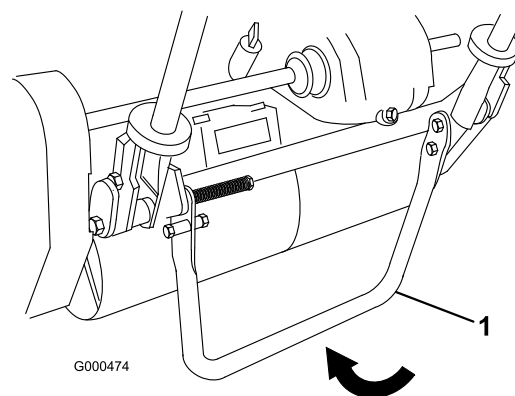

Figura 9
1. Empurre o apoio para baixo com o pé e puxe o manípulo para cima até que o apoio tenha rodado para a frente, em direcção ao centro (Figura 9).